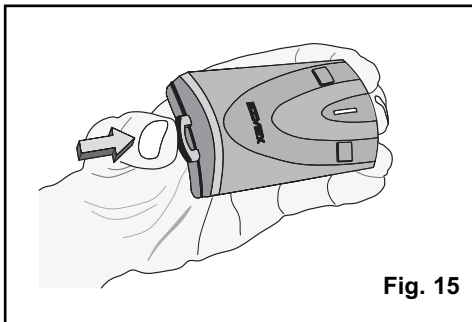
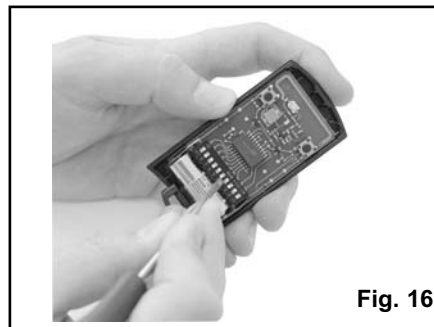

Fig. 15
Fig. 16
2. Aprire il coperchio e disporre i contatti del dip switch a piacimento (Fig. 15 e Fig. 16).
2. Agir sur le couvercle et placer comme on veut les contacts du Dip switch (Fig. 15) et (Fig. 16).
2. Set the radio control DIP switches contacts to the desired positions (see Fig. 15 and Fig. 16).
- 2 - Den Deckel entfernen (Abb. 15) und die Kontakte des Dip-Schalters wie gewünscht anordnen (Abb. 16).